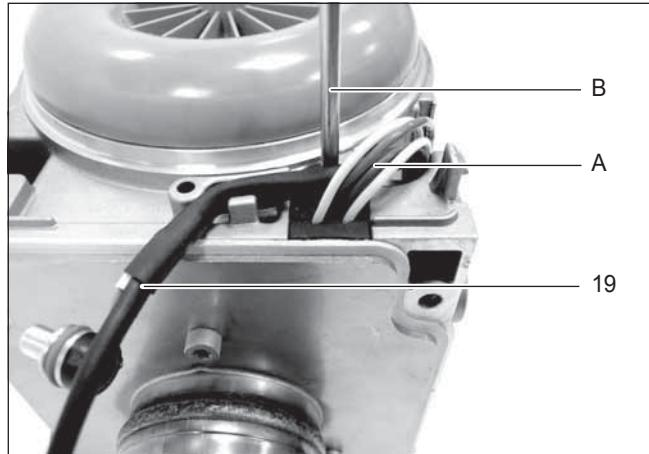

Рис. 20
Прокладку кабельного жгута датчика (19) возле топливного трубопровода необходимо выполнить, как показано на рис. 20.